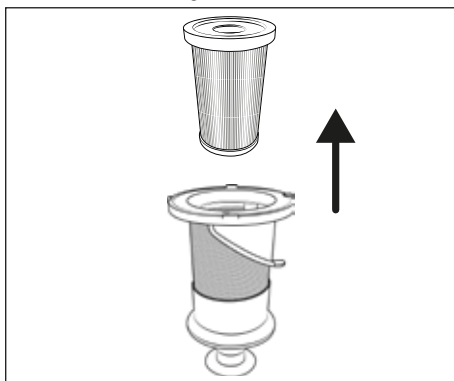

Fig. 20
- 3) Retire o filtro EPA ⑤ do filtro de aço inoxidável ⑥, agarrando pela abertura existente no filtro EPA ⑤ e puxando-o para fora do filtro de aço inoxidável ⑥ (ver fig. 20).